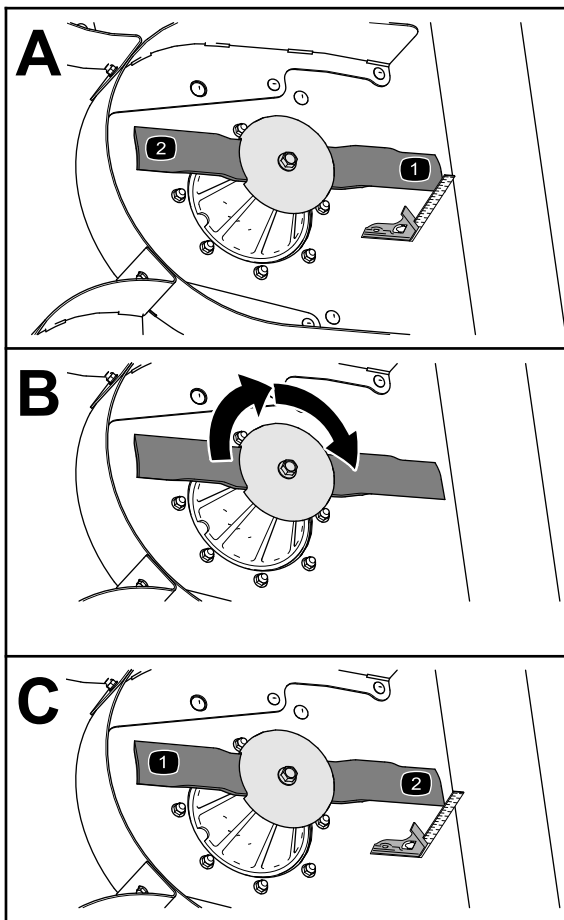

Bild 72
3. Messen Sie den Abstand zwischen der sauberen Fläche des Mähwerks zur Spitze der Schneidkante mit einem Anschlagwinkel mit Skala (Bild 72).
- Drehen Sie die Messer um 180° (Bild 72).
- Messen Sie den Abstand zwischen der sauberen Fläche des Mähwerks und der Spitze der Schneidkante (Bild 72).